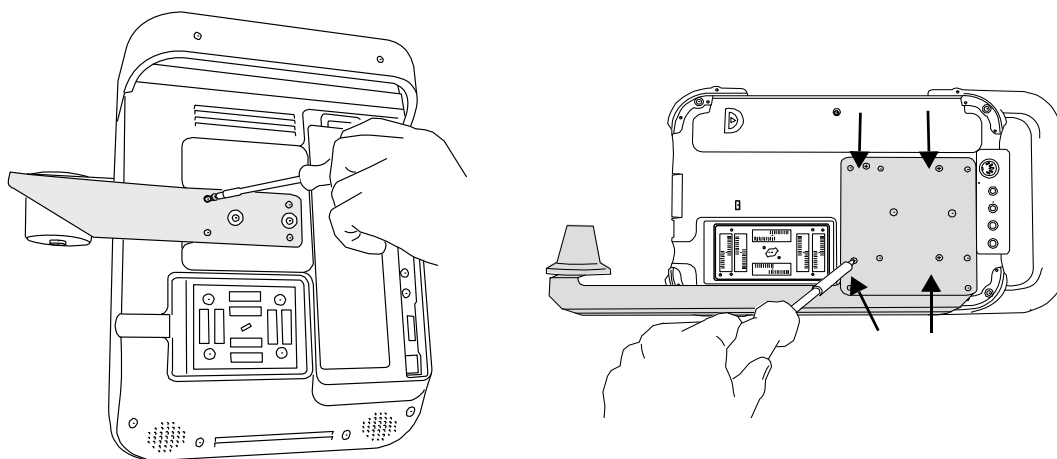

Figure 2 Serrer les vis sur le porte-sonde : S Series (à gauche) et NanoMaxx (à droite)
- 2 À l'aide d'un tournevis cruciforme, resserrer les quatre vis. Voir Figure 2.
- ❖ Utiliser un tournevis cruciforme, desserrer les quatre vis situées à l'arrière du porte-sonde. Voir Figure 2.